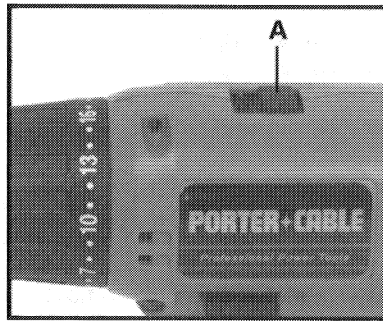

Fig. 4
El Taladro sin Cable, Modelo 872, tiene un cambio de engranajes de dos velocidades, lo cual resulta en límites giratorios del portabroca de aproximadamente: de 0 a 400 RPM (LOW) y de 0 a 1450 RPM (HIGH). Para cambiar entre las velocidades: suelte el gatillo para parar la marcha del motor y empuje el selector de velocidades (A) Fig. 4, hacia atrás para velocidades ALTAS (HIGH) y hacia adelante para velocidades BAJAS (LOW).